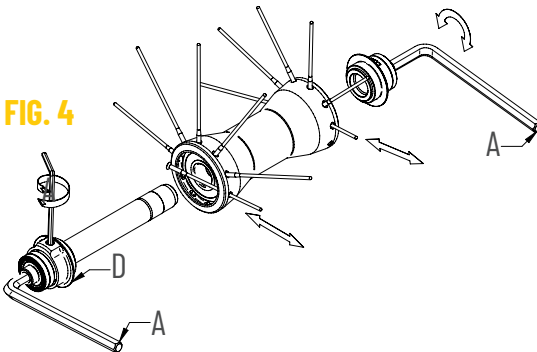

FIG. 4
- Inserite due chiavi a brugola da 5mm (A) dentro agli scontri alle estremità dei mozzi e ruotatele in **senso antiorario**.
- Sfilate il raggio da sostituire e infilate il raggio nuovo (Fig. 4).